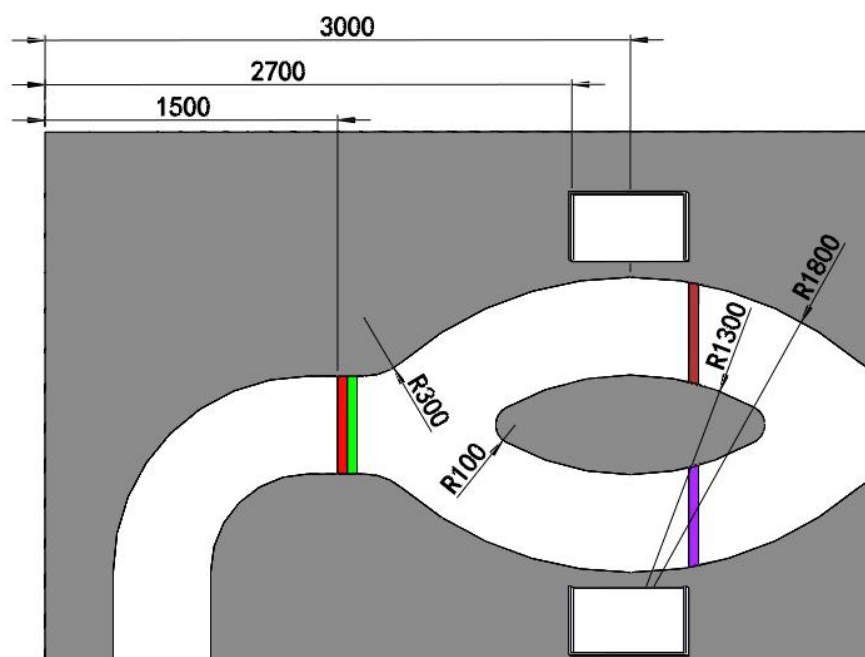

图 8 分岔路标识示意图 (单位: mm)
2. 分岔路：如图 8 所示，距离比赛场地边沿 1500mm 处印有  $500 \times 100\text{mm}$  的红绿色带，红色和绿色色带宽度均为 50mm。